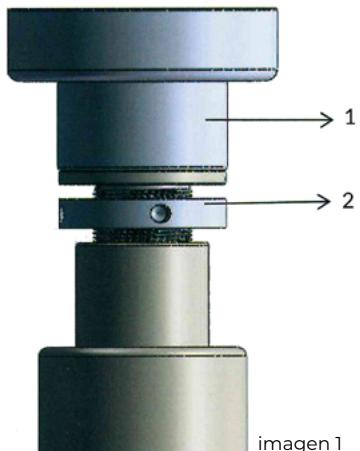

Imagen 1
Según la "imagen 1", afloje la parte **No. 2** de la varilla de ajuste hacia la derecha. Para la parte **No. 1** de la varilla de ajuste, hacia la izquierda es hacia abajo, hacia la derecha es hacia arriba. Ajuste hasta que la tapa y la cabeza de presión se ajusten bien, finalmente, gire la varilla de ajuste (2) hacia la izquierda para apretarla. En caso de tapas iguales pero latas diferentes, el soporte inferior se puede reemplazar según el tipo de lata.